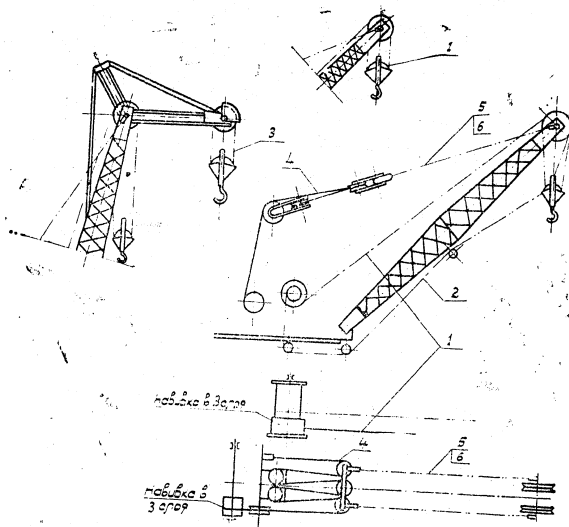

Рис. 10. Запасовка канатов при работе краном:
4. Запасовать канаты в соответствии со схемой запасовки (см. рис. 10).
Подвесные и стрелоподъемные канаты запасовываются также как и при рабочем оборудовании драглайна при стреле 10 м. Подвесной канат при стреле 18 м ставится длиной 14 м (рис. 10).